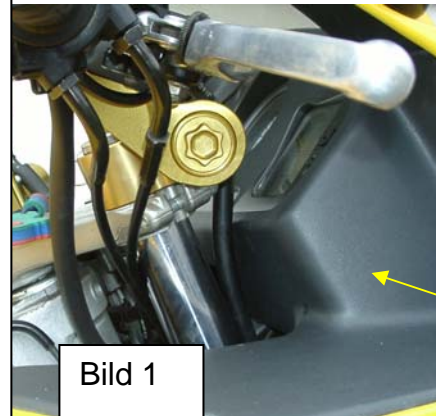

Bild 1
4. Gaszüge zwischen Gabelholm und Rahmen verlegen.(Bild 1/C).